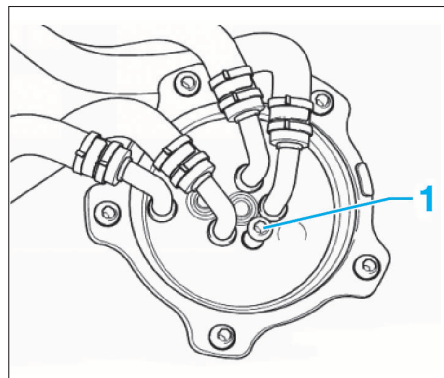

FIG. 36
- Déposer la vis de drainage (1) (Fig.36).